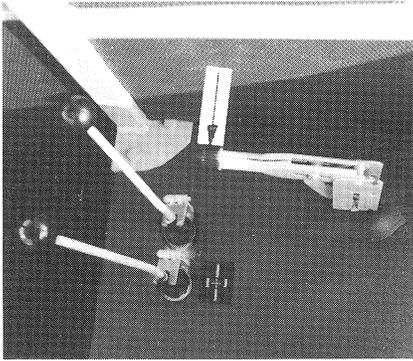

FIG. 51
Le réglage du frein de stationnement se fait par la poignée tournante de la manette fig. 51/flèche.
- Placer la manette dans sa position de repos fig. 51.